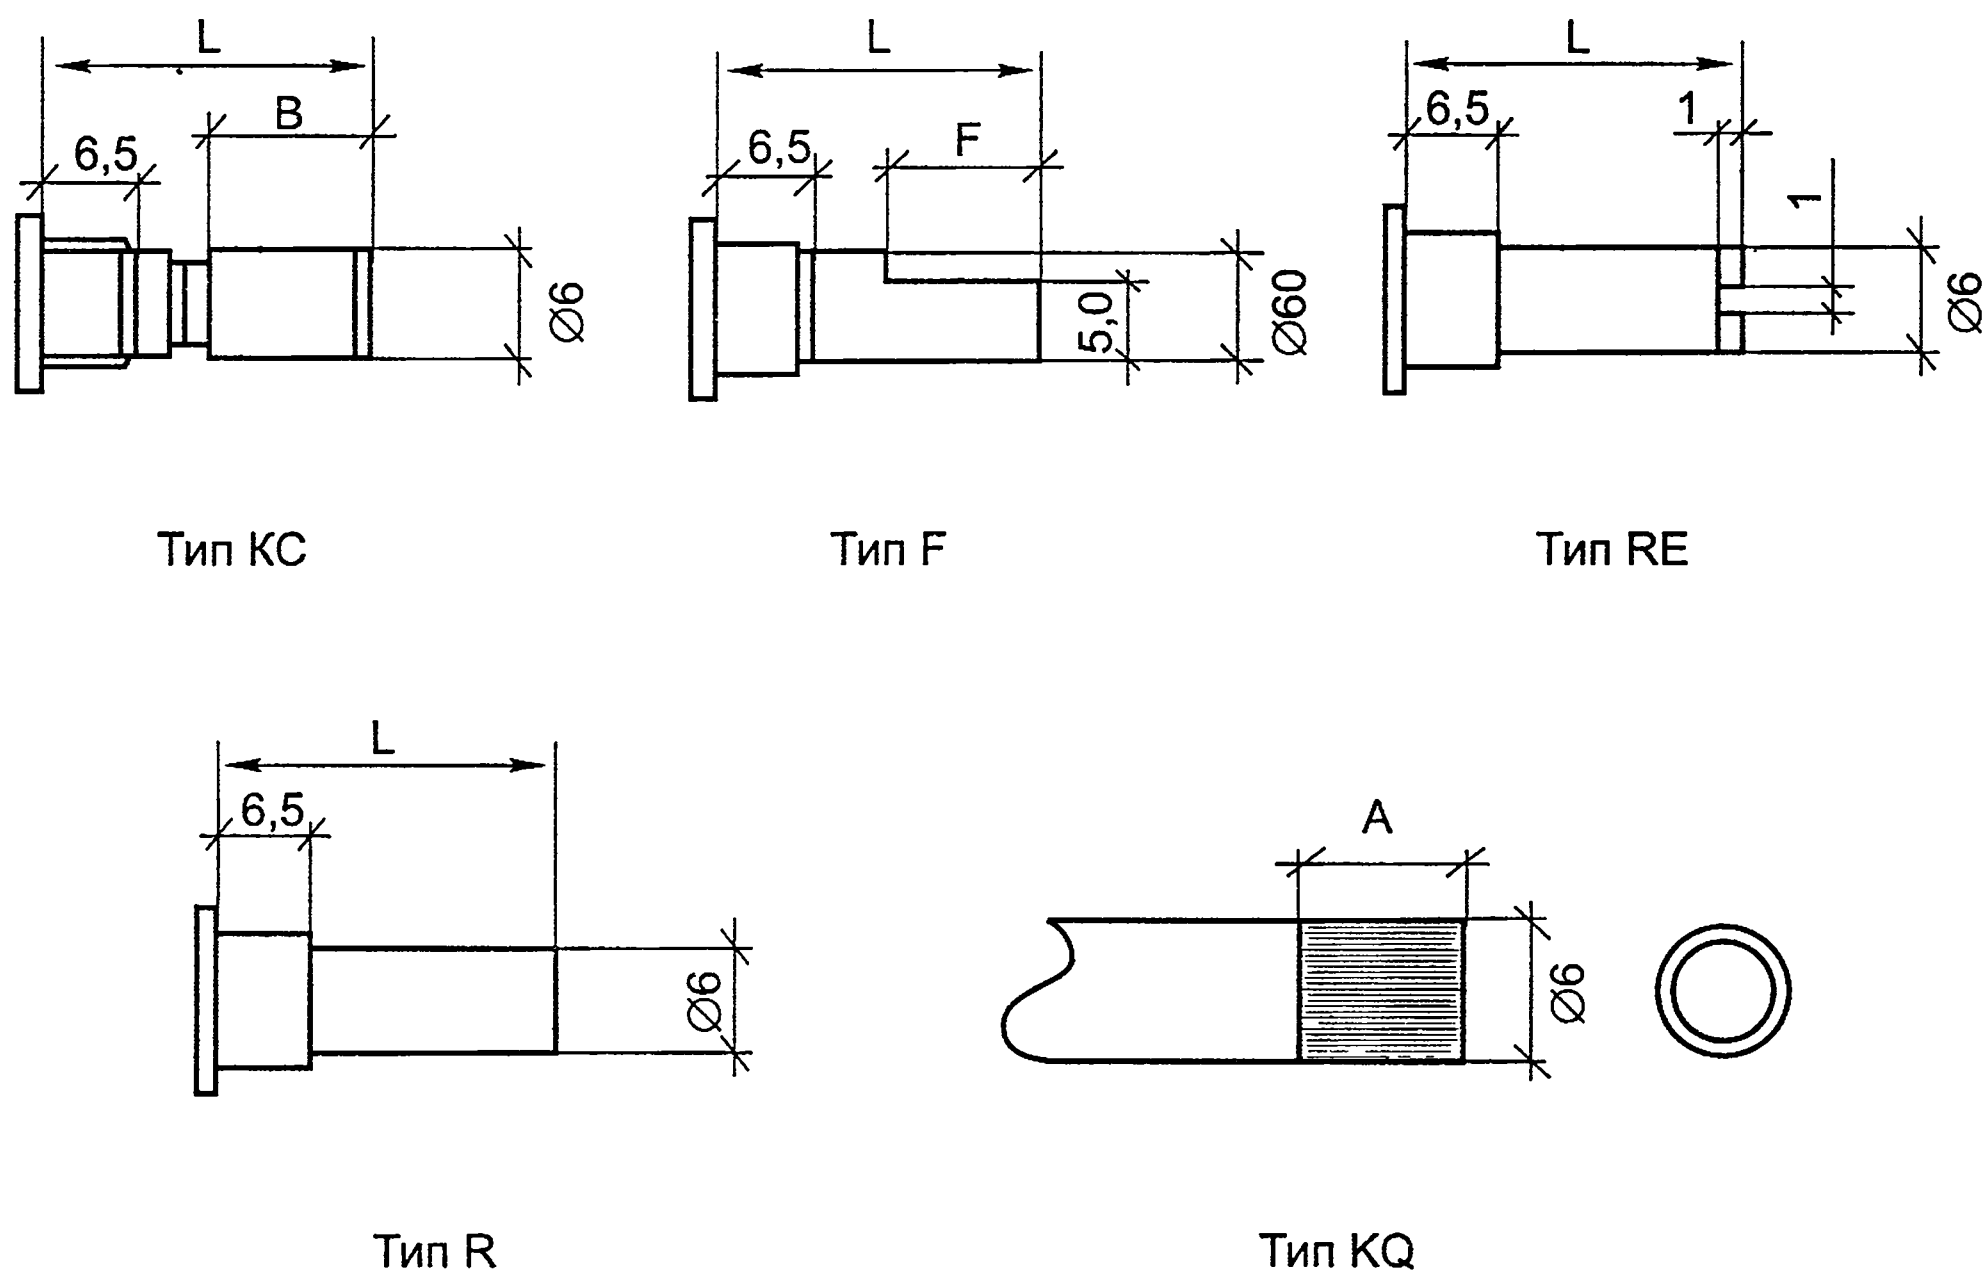

Рис. 1.7. Типы движков переменных резисторов
4. Тип движка (рис. 1.7, табл. 1.16).